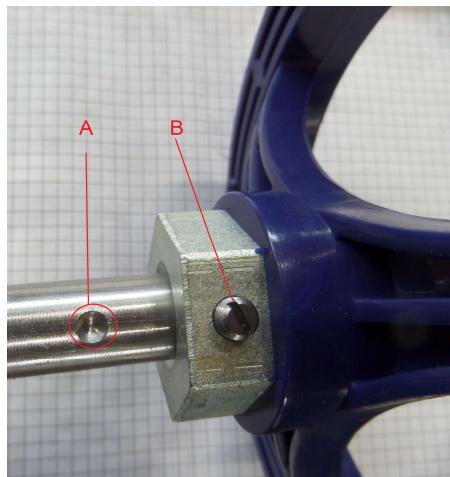

Рис. 5 Установка штурвала.
- распаковать штурвал. На вале механизма управлением положением варочного сосуда совместить метку А с винтом В на штурвале (см. рис. 5). Используя отвертку с плоским шлицом установить винт «В» до упора;